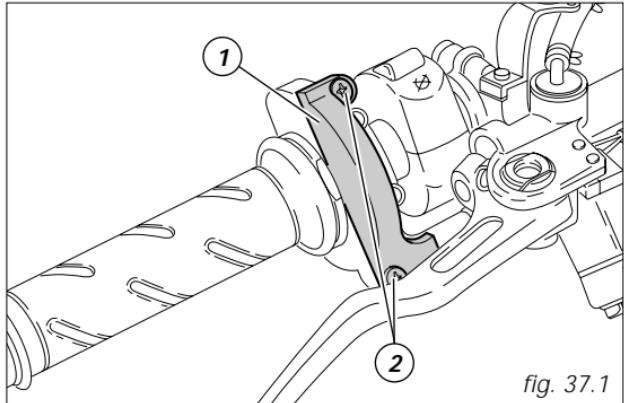

fig. 37.1
Nel caso della trasmissione acceleratore si consiglia di rimuovere il coperchietto (1, fig. 37.1 pag. 48) del comando, svitando le due viti di fissaggio (2), quindi ingrassare l'estremità del cavo e la carrucola.